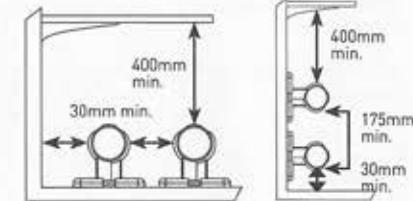

Fig.8
- L'écart minimal requis illustré à la [Fig. 8] doit être respecté lors de l'utilisation de l'appareil de chauffage.